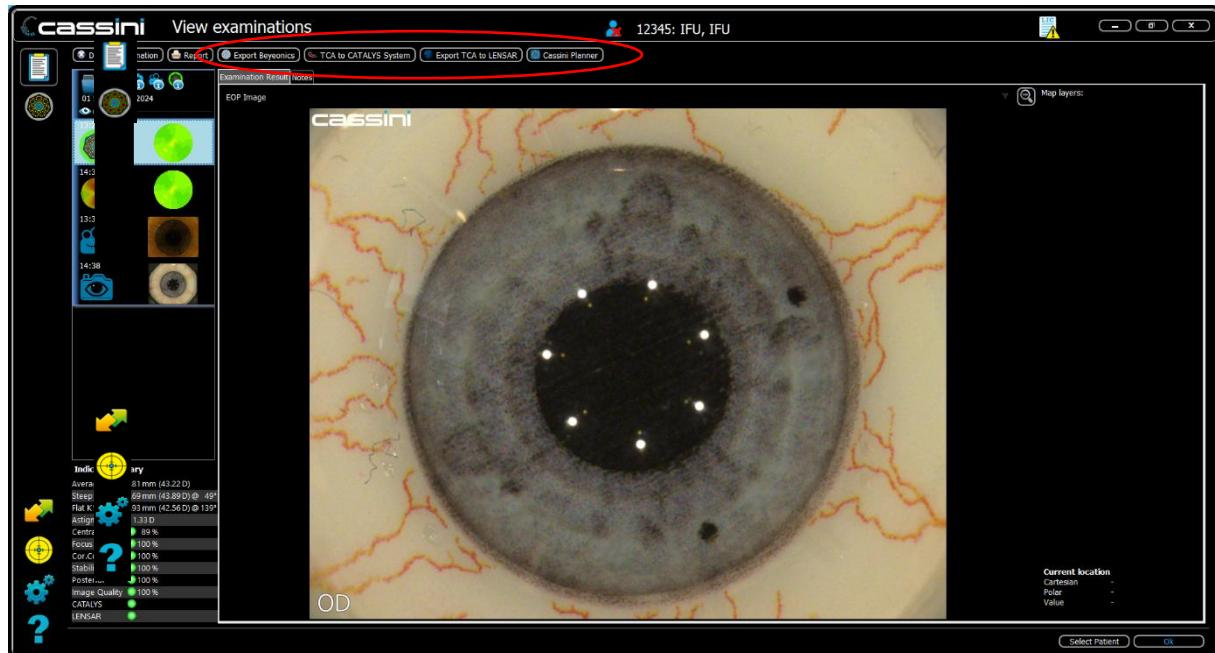

Figura 61: Ubicación del botón de exportación a terceros en la página de visualización
- El Informe SMART contiene información sobre los valores del diámetro y el ángulo de la pupila y el limbo. Este informe consta de imágenes mesópicas y fotópicas, aberraciones corneales, calificadores de LIO multifocal, lecturas K, Quality Factors e índices de superficie (ver Figura 61).
Los datos de medición del examen de Corneal Topography y del examen de astigmatismo corneal total se pueden exportar a un software de terceros. Se requiere una licencia válida correspondiente para habilitar la exportación a terceros. Una vez que se ingresa la clave de licencia, aparece un botón de exportación en la pantalla de visualización después de que se haya configurado un enlace con un tercero (ver Figura 61). Póngase en contacto con el servicio técnico de Cassini o su distribuidor para obtener más información.